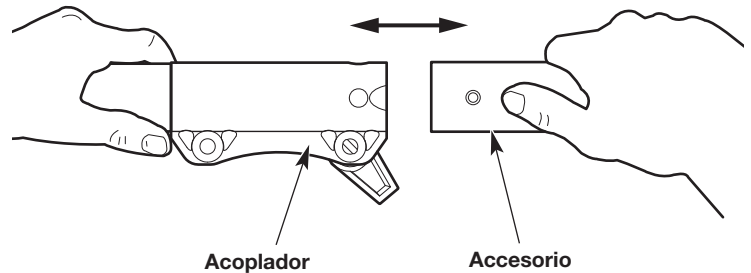
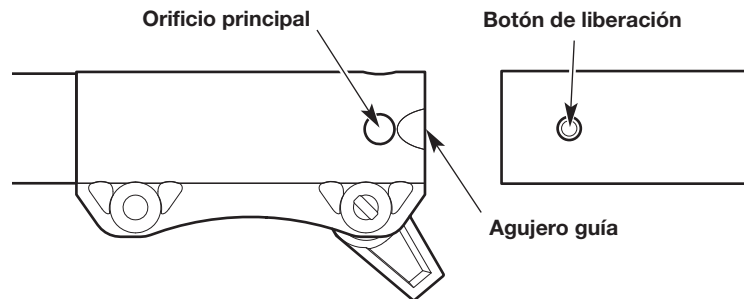

Fig. 6
Fig. 7
4. Alinee el botón de liberación con el embutimiento de la guía (Fig. 7).
5. Presione el accesorio directamente dentro del acoplador (Fig. 6) hasta que el botón de liberación encaje a presión firmemente del orificio principal (Fig. 7).
3. Oprima y mantenga apretado el botón de liberación (Fig. 7).
4. Tire del accesorio directamente hacia fuera del acoplador (Fig. 6).